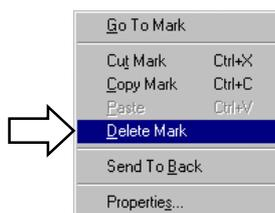

図 2-25 : マーク・マウス右ボタン・クリック・メニューによるマークの消去
2. 表示された図 2-25 のようなクリック・メニューの[Delete Mark]コマンドを選択し、消去します。